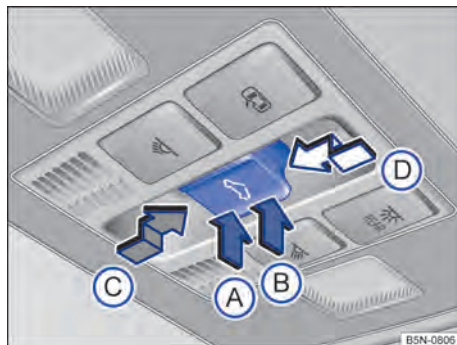

Fig. 83 No revestimento do teto: botão do teto de vidro.
- Execução manual: pressionar o botão → Fig. 83 (B) até o primeiro nível.
- Curso automático: pressionar o botão (B) até o segundo nível.